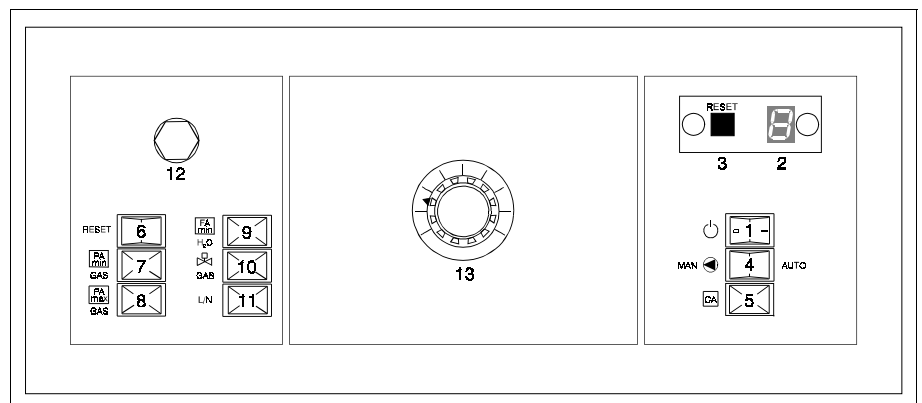
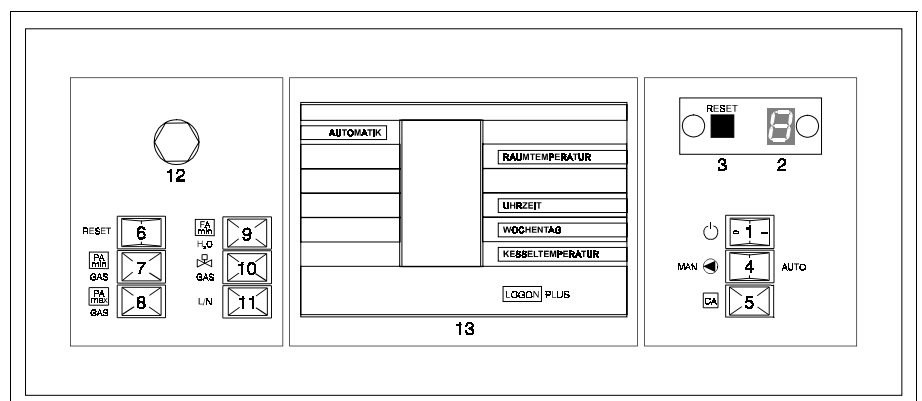

Fig. 18 Tableau de commande régulation thermostatique
Fig. 19 Tableau de commande régulation climatique
- 13 Thermostat de réglage (fig. 18) ou régulateur Logon (fig. 19)*